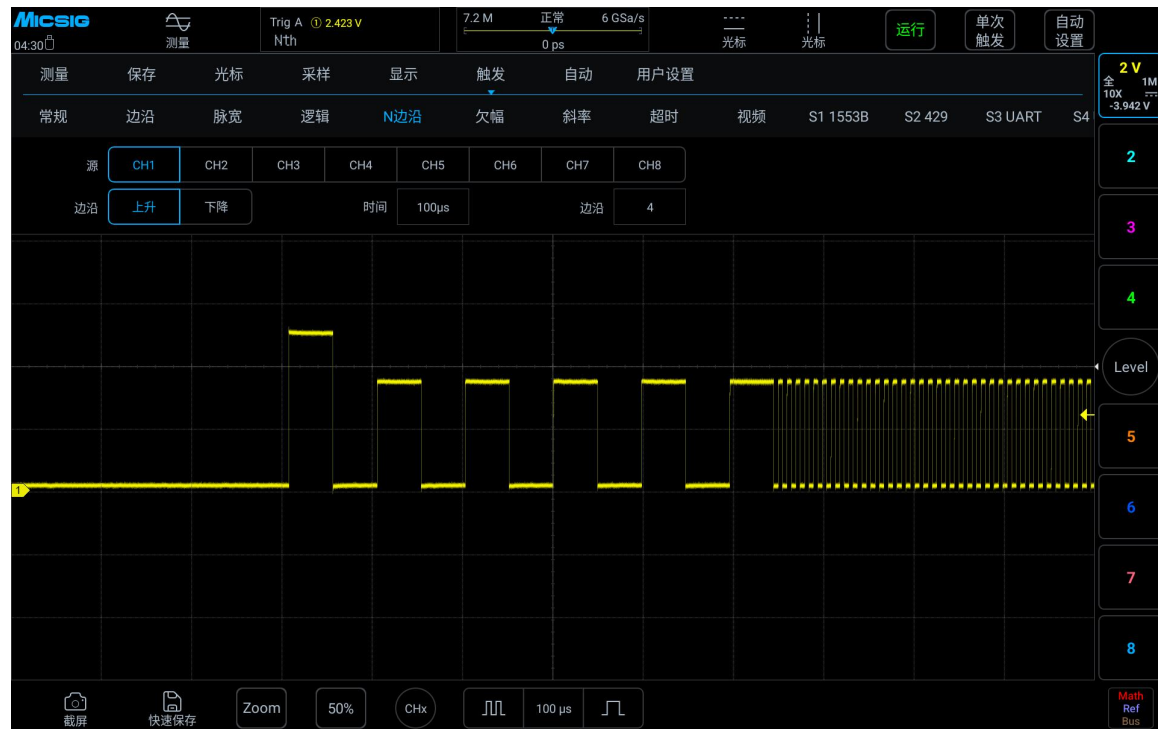

图 6-23 第 N 边沿触发菜单
1) 打开触发菜单，轻点“触发”打开触发菜单，在触发类型中选择N边沿触发，对N边沿触发进行如下设置，见图6-23：